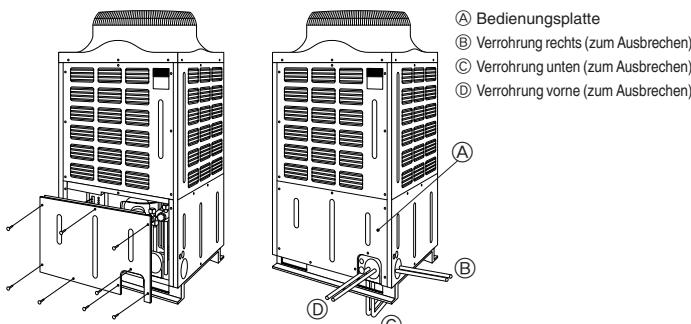

Fig. 5-4
5.3. Kältemittelrohrleitung (Fig. 5-4)